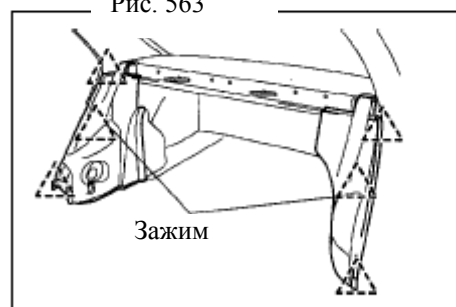

Рис. 564
- С помощью отвертки снимите 3 зажима и снимите нижнюю отделку правой четверти(рис. 564).